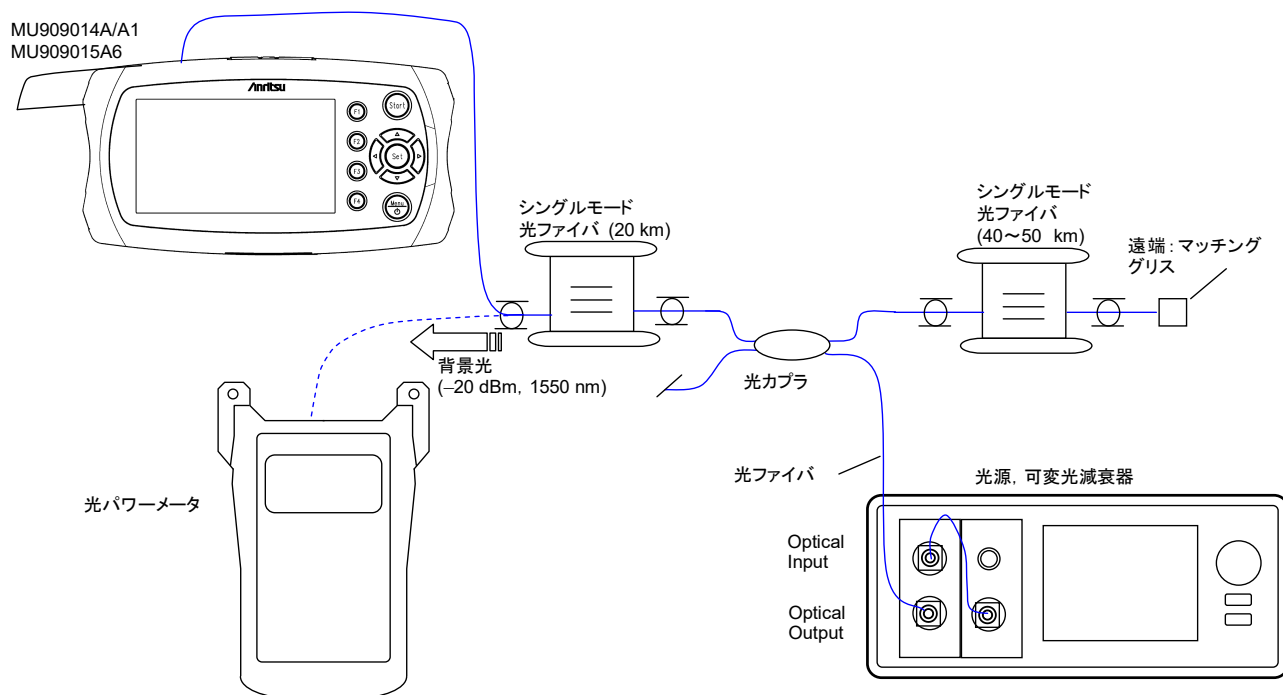

図11.1.4-1 ダイナミックレンジ測定の接続図 (MU909014A/A1、MU909015A6)
1. 光源、可変光減衰器、光カプラ、シングルモード光ファイバ、および光パワーメータを図11.1.4-1のとおりに接続します。